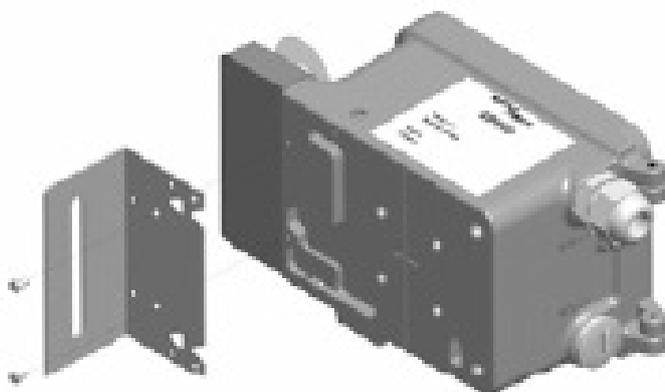

Fig. 31
5.2.5 Fixer la plaque de protection du positionneur sur l'arrière du boîtier du positionneur SP500 (Fig. 31 et 32).